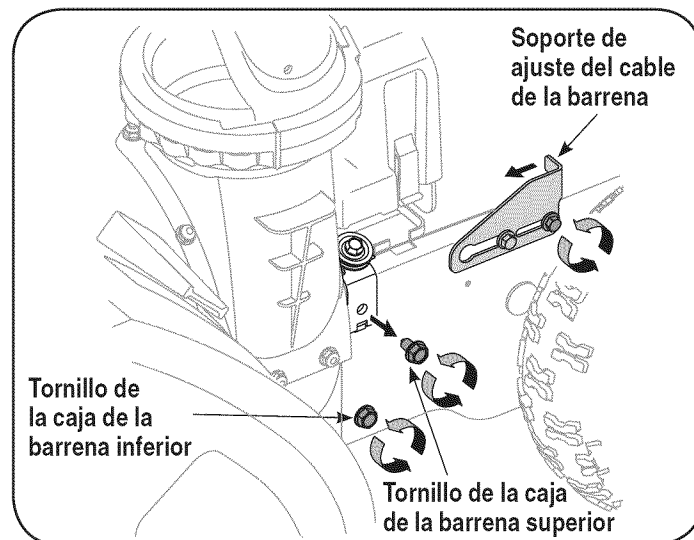

Figura 20
1. Afloje la tuerca hexagonal posterior en el soporte de ajuste del cable. Vea la Figura 20.